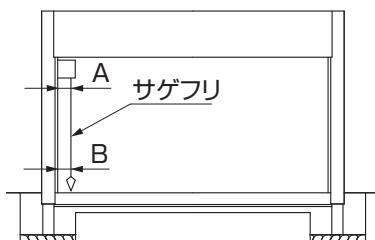

図3-4
①測定はサゲフリを使用して、図3-4のレールステイ上端と下端のA部とB部、C部とD部を測定してください。
②側壁の間口方向の倒れは、 $\pm 2.5\text{mm}$ 、奥行きの倒れは、 $\pm 2\text{mm}$ の範囲にしてください。